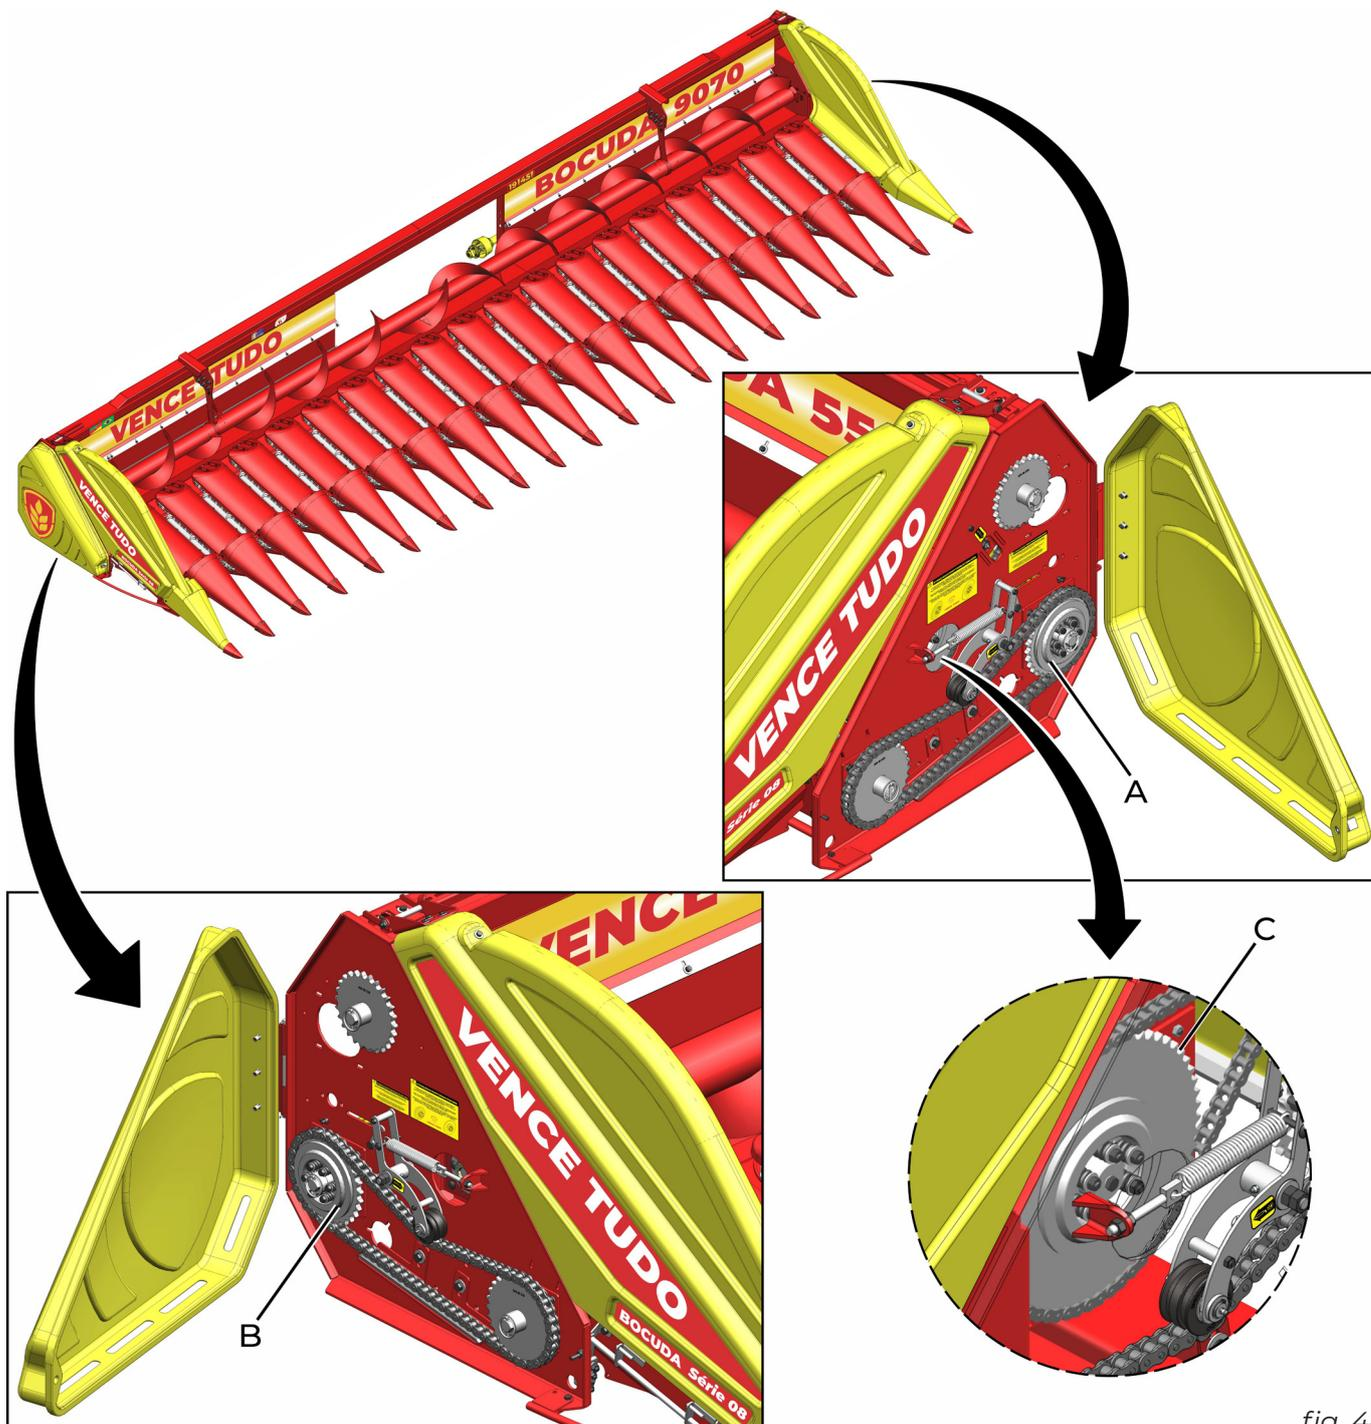

fig. 44
A PLATAFORMA PARA MILHO VENCE TUDO, BOCUDA SÉRIE 08, possui um mecanismo de proteção do sistema de transmissão: o limitador de torque. No total, estão dispostos 3 limitadores, um (A) (fig. 44) para as linhas acionadas do lado esquerdo, outro (B) para as linhas acionadas pelo lado direito e um (C) para o sem-fim alimentador.